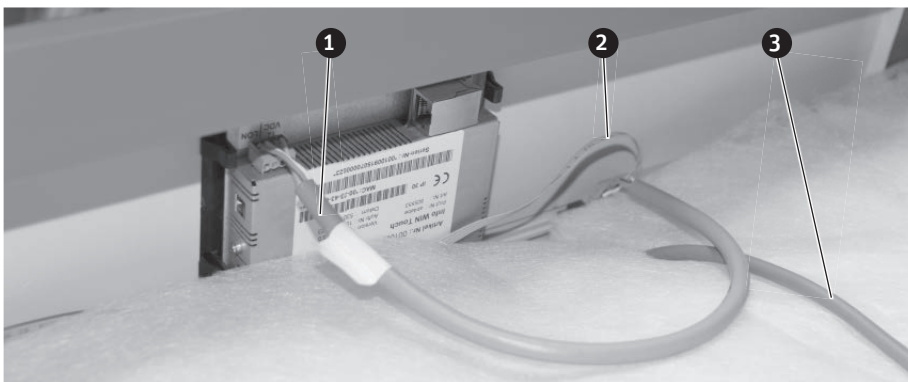

Fig. 87 Contrôler les câbles et les brancher si nécessaire
- ▶ Contrôler le câble 4 pôles entre le tableau de distribution et la barre de LED et entre la barre et LED et InfoWIN Touch, brancher si nécessaire – Fig. 87.